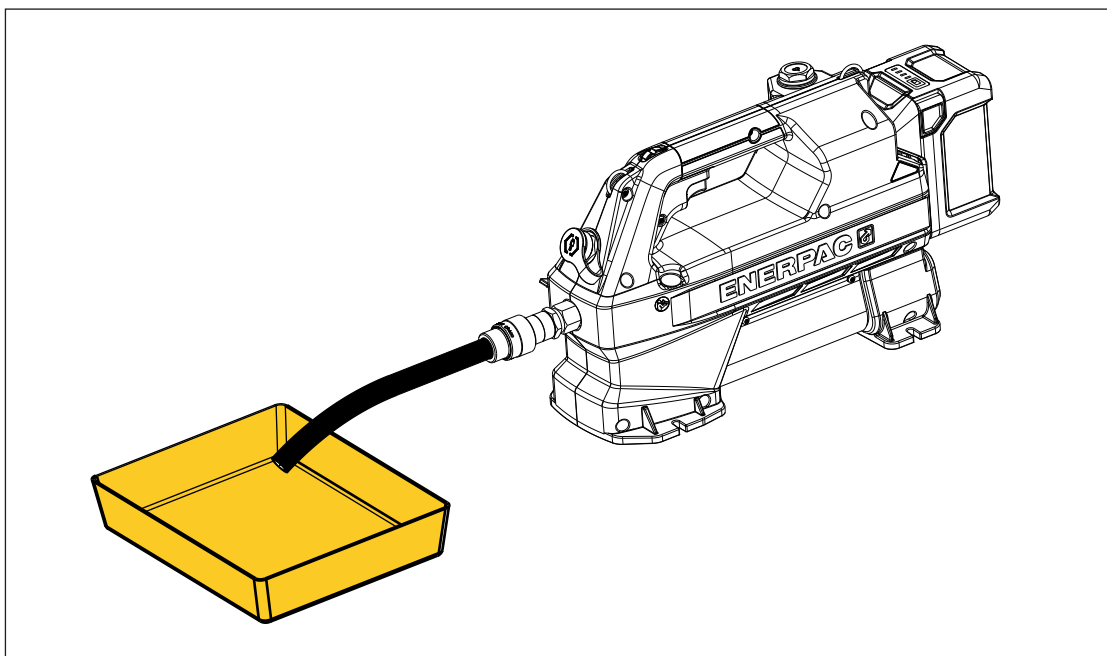

Figura 15: Svuotamento del serbatoio oleodinamico
7. Accendere l'interruttore di alimentazione della pompa (I).
8. Spingere l'interruttore a grilletto verso l'alto per avviare il motore della pompa e iniziare a svuotare il serbatoio. Tenere acceso il motore finché l'olio non smetterà di scorrere dal tubo con l'estremità aperta, quindi rilasciare l'interruttore a grilletto. Vedere la Figura 15.